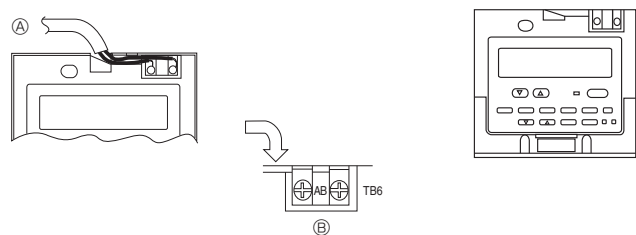

Fig. 7-8
2) Procedure di collegamento (Fig. 7-8)